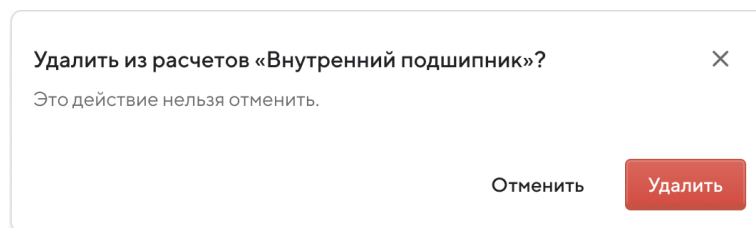

Рисунок 105 – Дополнительное окно для подтверждения действия удаления узла из расчета
10. Выберите пункт «Исключить из расчета». Откроется дополнительное окно для подтверждения действия (Рисунок 105).